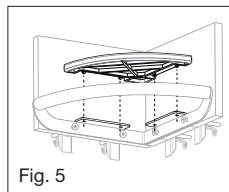

Fig. 5
9. Attach plastic shelf onto shelf bracket and ensure the plastic pegs snap into the holes on the support bracket. (Fig. 5)
16. Attach plastic shelf onto shelf bracket and ensure the plastic pegs snap into the holes on the support bracket. (Fig. 5)
9. Fixez la tablette en plastique au support pour tablettes et assurez-vous que les crochets en plastique s'enclenchent dans les trous de la ferrure de support. Appuyez fermement pour bien l'enclencher. (Fig. 5)
16. Fixez la tablette en plastique au support pour tablettes et assurez-vous que les crochets en plastique s'enclenchent dans les trous de la ferrure de support. Appuyez fermement pour bien l'enclencher. (Fig. 5)